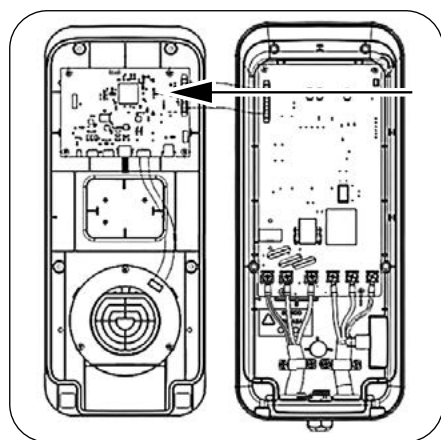
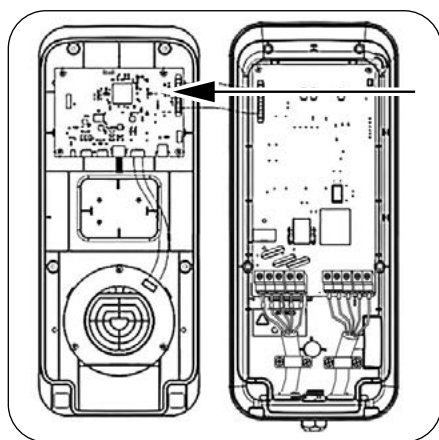

Figura 36
Figura 37
6. Dopo aver eseguito il cablaggio della colonnina è necessario settare i microinterruttori presenti nella scheda monofase (Figura 36) o trifase (Figura 37) come riportato nella tabella seguente: